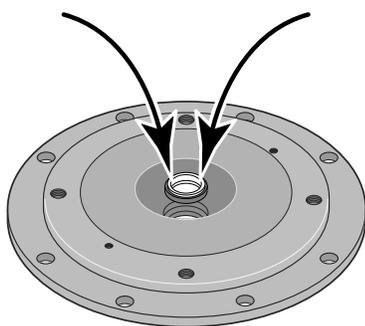

Figure 22 - Monter le joint neuf à la presse
- 3° Mettre la rondelle en carton propre sur la surface d'étanchéité. Avec la pression des pouces, pousser fermement la moitié du joint en céramique d'équerre dans la cavité du joint du dissipateur de chaleur en cuivre (voir la Figure 22). La surface polie du joint en céramique doit être orientée vers le joint. Si le joint ne repose pas bien, le déposer, le poser sur un établi en l'orientant vers le haut. Retenir la cavité. Le joint doit maintenant bien reposer.